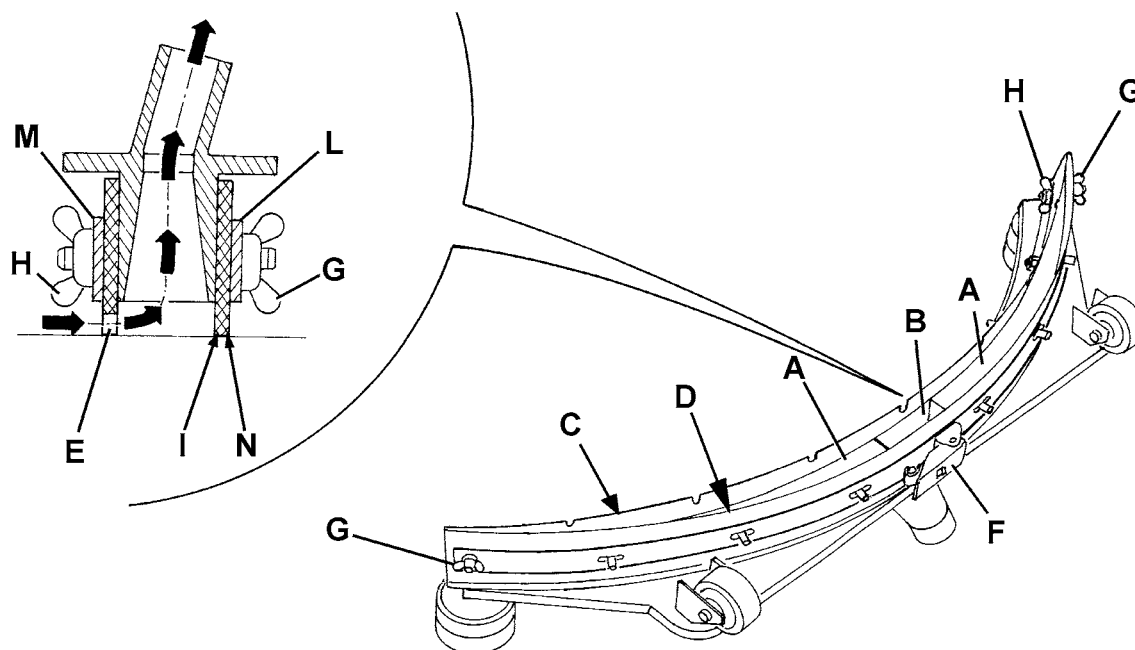

Figure 3
2. Introduire la clé de contact (41) et la tourner sur "I".
3. Baisser l'embouchure (12) en appuyant sur l'interrupteur (36).
4. Tourner la clé de contact (41) sur "0".
5. Déconnecter le tuyau d'aspiration (11) de l'embouchure.
6. Desserrer les boutons (15) et déposer l'embouchure (12).
7. Laver et nettoyer l'embouchure. Nettoyer en particulier les compartiments (A, Fig. 3) et l'orifice (B) de la saleté et des déchets. Contrôler que la lamelle en caoutchouc avant (C) et la lamelle en caoutchouc arrière (D) sont intactes et qu'elles ne présentent pas de coupures ou déchirures ; dans le cas contraire, les remplacer.
2. Contrôler que les bords (E et N, Fig. 3) des lamelles en caoutchouc avant (17) et arrière (18) se posent simultanément sur le plan, et en toute leur longueur ; dans le cas contraire, régler leur hauteur en procédant comme suit :
- Dégager le dispositif de retenue (F), desserrer les écrous papillons (G) et régler la lamelle en caoutchouc arrière (D) ; serrer les écrous et puis engager à nouveau le dispositif de retenue.
- Desserrer les écrous papillons (H) et régler la lamelle en caoutchouc avant (C), puis serrer les écrous.
3. Contrôler que la lamelle en caoutchouc avant (C) et la lamelle en caoutchouc arrière (D) sont intactes et qu'elles ne présentent pas de coupures ou déchirures ; dans le cas contraire, les remplacer en procédant comme suit. Contrôler que l'arête (I) de la lamelle en caoutchouc arrière n'est pas usée ; dans le cas contraire, tourner la lamelle en caoutchouc, en remplaçant l'arête usée avec l'arête qui est encore intacte. Si toutes les arêtes sont usées, remplacer la lamelle en caoutchouc en procédant comme suit :
- Dégager le dispositif de retenue (F), enlever les écrous papillons (G) et la bande de retenue (L), puis remplacer (ou tourner) la lamelle en caoutchouc arrière (D). Pour la repose, procéder dans l'ordre inverse de la dépose.
- Enlever les écrous papillons (H) et déposer la bande de retenue (M), puis remplacer la lamelle en caoutchouc avant (C). Pour la repose, procéder dans l'ordre inverse de la dépose.
4. Installer l'embouchure (12) et serrer les boutons (15).
5. Connecter le tuyau d'aspiration (11) à l'embouchure (12).
6. Si besoin est, régler le bouton de réglage de l'équilibrage (16) de l'embouchure.